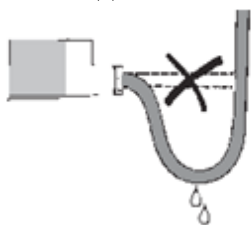

Рис.4.4.4.
4.4.4. Для предотвращения попадания влаги в штуцер МВТ 3560 через кабельный ввод электрический кабель должен быть закреплен по всему диаметру и установлен так, как это показано на рис.4.4.4.